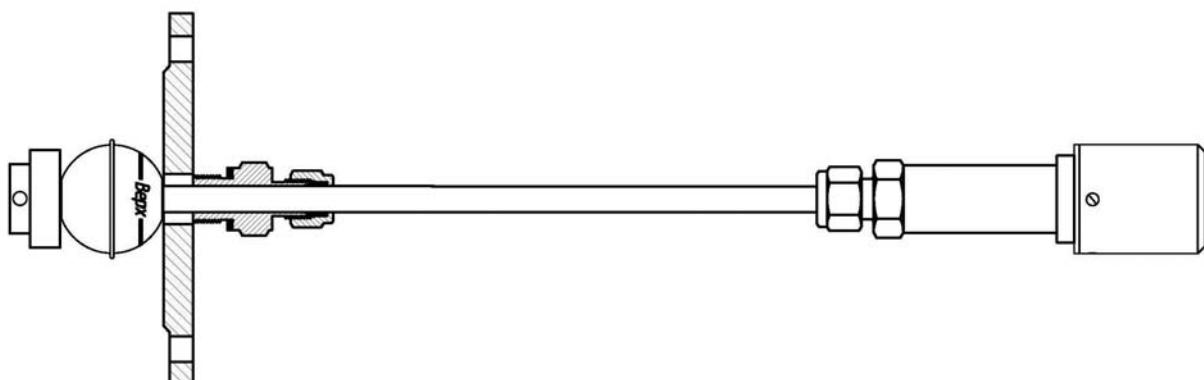

Рисунок 12 - Подготовка уровнемера к монтажу на резервуар
A.9. Сместите все установленные элементы конструкции к свободному концу измерительного элемента, ограниченному фиксатором (рис. 12)